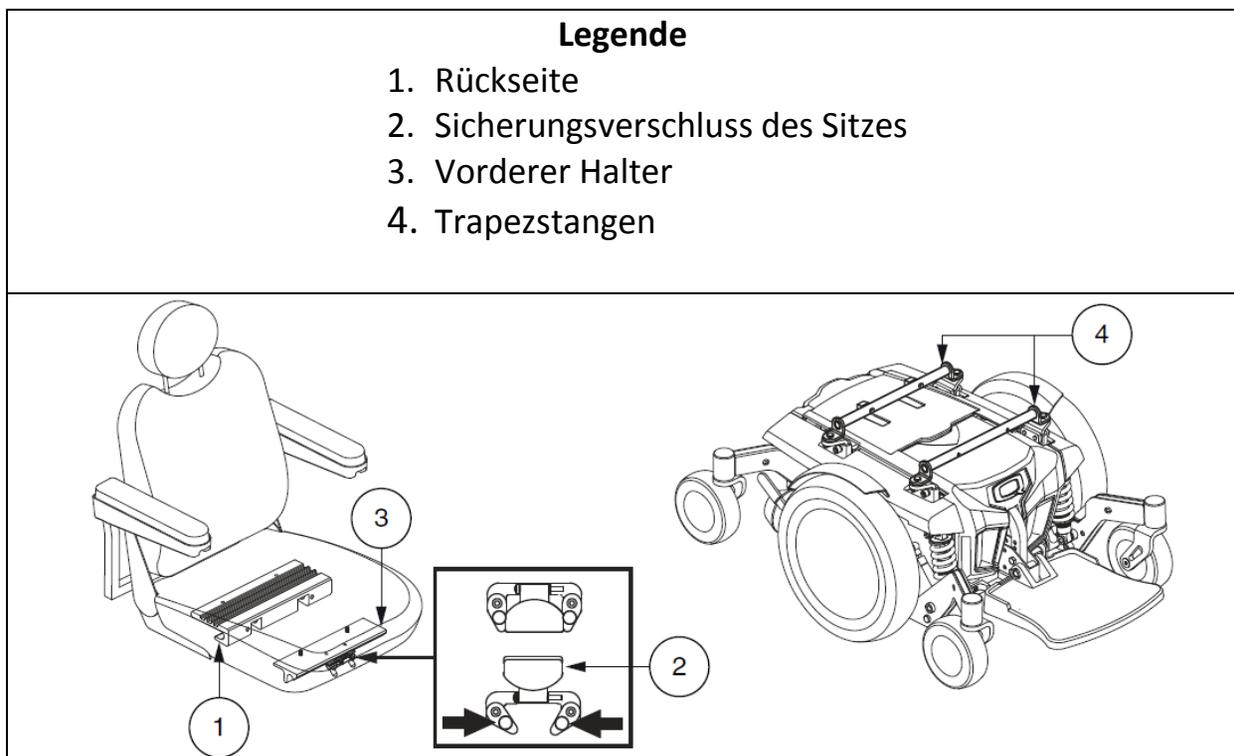

Bild 5. Universal Halter System und Kontursitz
Es ist unter Umständen nötig, den Sitz entweder vor der Erstbedienung oder nach einem Transport einzubauen. Kontursitze werden durch das Universal Halte System (UMS) mit der Antriebseinheit verbunden. **Siehe Bild 5.**
1. Kippen Sie den Sitz leicht nach hinten und schieben Sie den hinteren Halter auf die hintere Trapezstange. **Siehe Bild 5.**
4. Klappen Sie den Sicherungsriegel des Sitzes hoch. **Siehe Bild 5.**